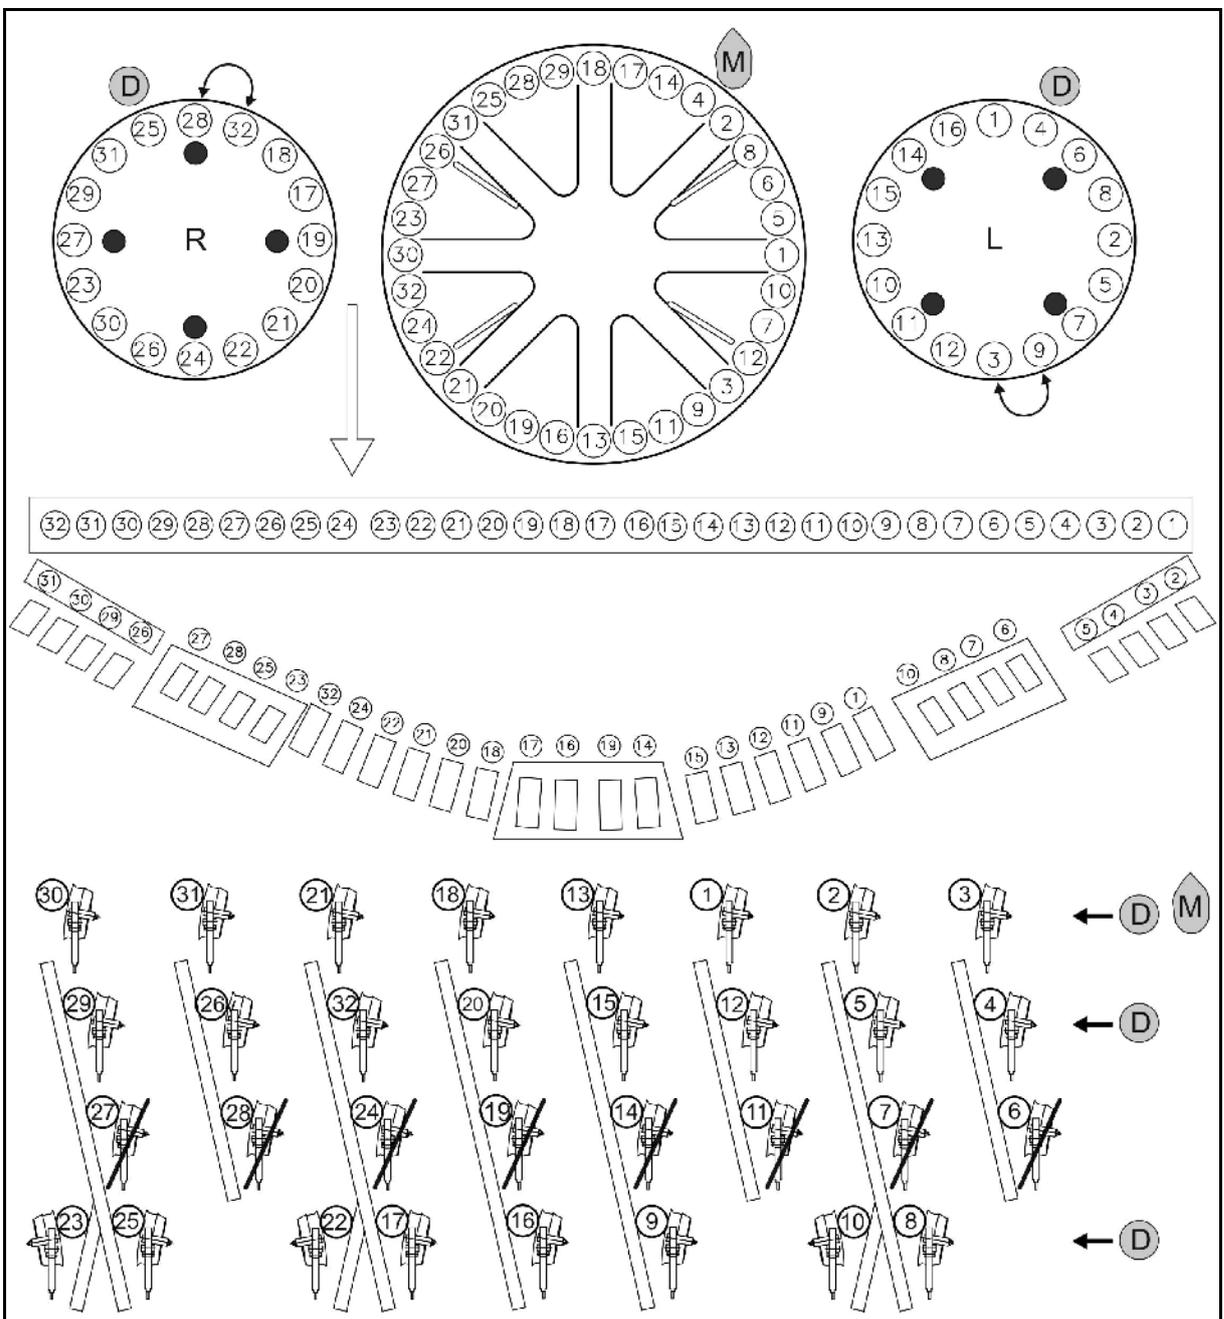

Fig. 54
- Maíz M: Montar las chapas de cierre  correctamente Fig. 54.
- Abono D: Montar los tapones de cierre  correctamente Fig. 54.